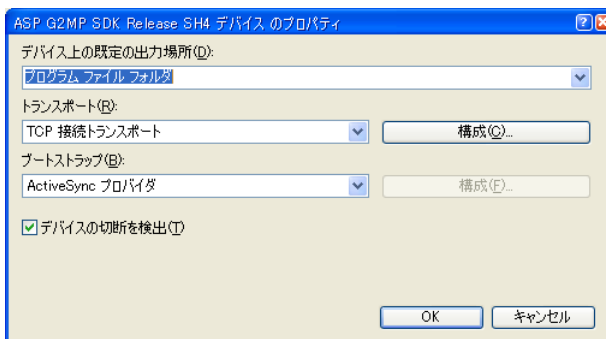

図 4-3-2-2. デバイスのプロパティ
- ④ [トランスポート]の[構成]を押します。[TCP/IP トランスポートの構成]ダイアログが開きます。(図4-3-2-3)